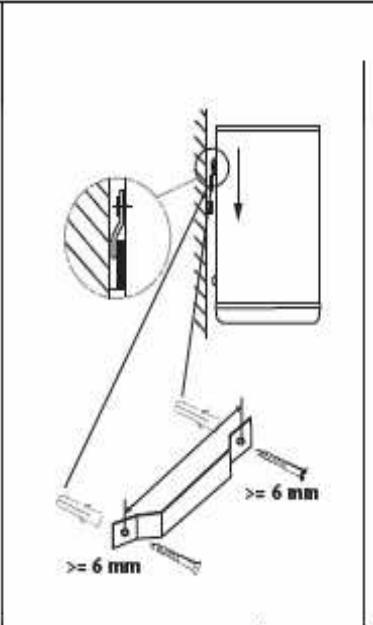

Fig.2/Abb.2/Fig.2
**Gamme petites capacités :** (voir fig 2) ; **gamme Ø 505** : Les appareils Ø 505 peuvent être montés sur trépied (en option), si la paroi n'est pas suffisamment solide. Il est cependant obligatoire de fixer au mur l'étrier supérieur du chauffe-eau pour éviter tout basculement.